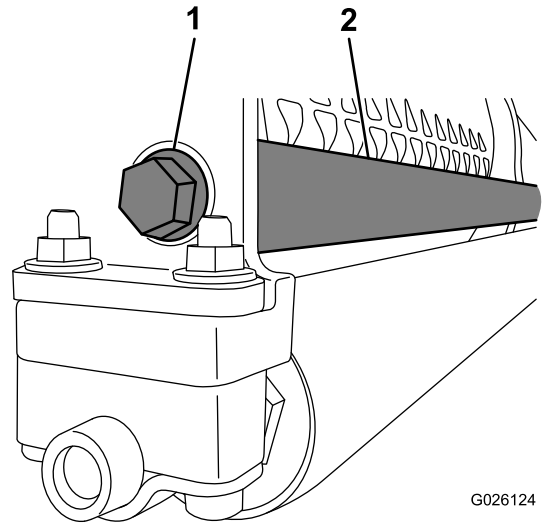

图15
4. 使用凸缘头螺栓将配重杆的螺纹端固定到机架上 (图15)。